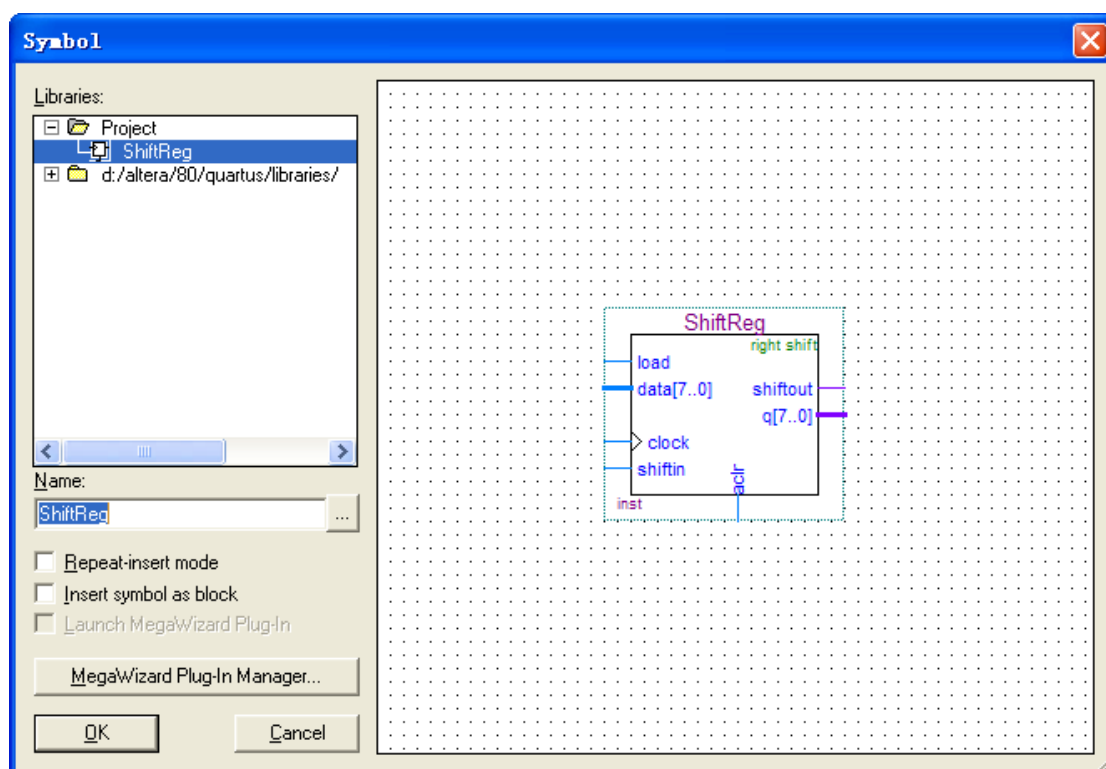

图 5-9 选择模块对话框
5. 加入移位寄存器模块。在文件空白处双击进入选择模块对话框。在左侧选择 Project->ShiftReg，即刚才创建的模块，点 OK 可以选择插入点，在适当位置点击左键插入。插入后如图 5-9、5-10 所示。